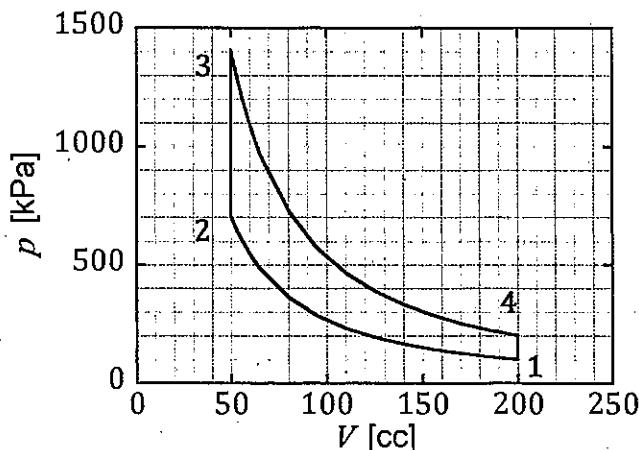

図1 オットー・サイクルの p - V 線図
理想気体 m [kg]が図1に示すオットー・サイクルを行う。理想気体の定積比熱 c_v , 比熱比 κ は一定とする。圧力は p_i , 体積は V_i , 温度は T_i で, 各添え字 i は状態1から状態4を表すとして以下の問いに答えよ。
- (1) 状態1から状態2までは断熱変化(圧縮)である。状態2のときの圧力 p_2 を, κ, p_1, V_1, V_2 で表せ。
- (2) 状態1の圧力 p_1 は101 kPa, 体積 V_1 は200 cc (ccはcm³) である。図1から圧力 p_2 , 体積 V_2 を読み取るなどして, $(V_1/V_2)^\kappa$ を計算せよ。
- (3) 状態2から状態3までは等容変化(定積変化)である。この間に加えられた熱量 Q を, m, c_v, T_2, T_3 を用いて表せ。
- (4) 状態3から状態4までは断熱変化(膨張)である。状態3から状態4までに, 外部にする絶対仕事 W を, m, c_v, T_3, T_4 を用いて表せ。
- (5) 状態4から状態1までは等容変化である。このサイクルの熱効率 η を, V_1, V_2, κ を用いて表せ。